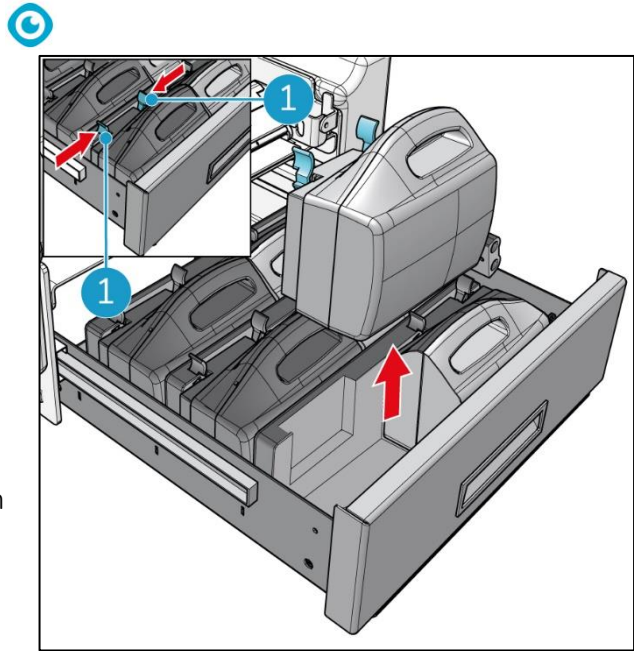

Figura 59
4. Presiona los clips (Figura 59, pos. 1) de cada unidad de batería i-power® 14 un poco uno hacia el otro y saca la unidad.